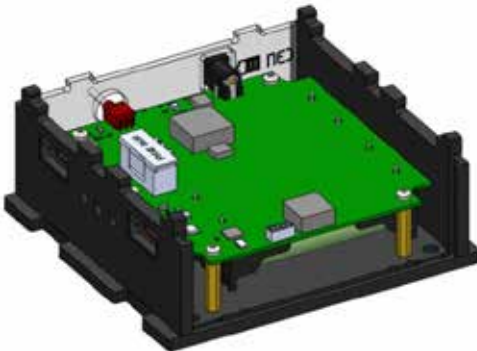

Рисунок 7. Установка второй боковой стенки
6) Закрепить вторую боковую стенку на основании. Для этого совместить выступы боковой стенки с отверстиями в основании и защелкнуть (рисунок 7):